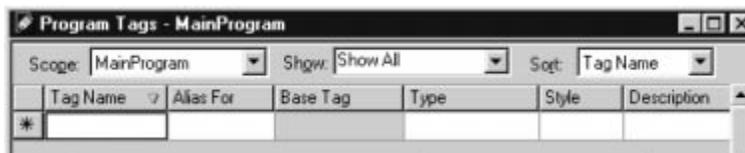

图 1.104 编辑标记
② 填写一个数据类型的 Name (名字)。
③ 填写一个 Description (描述) (可选)。
④ 填写第一个 Members (成员) 的名字。
⑤ 确定成员的数据类型。对于一个数组，使用如下的格式：`data_type[x]`，x 为这个数组中元素的个数。
⑥ 用不同形式 (基数) 显示成员的数值，选择 style (形式)。
⑦ 为成员输入描述 (可选)。
⑧ 单击 Apply (应用)。
(3) 创建标签，具体步骤如下。
① 从 Logic (逻辑) 菜单中选择 Edit Tags (编辑标记)，如图 1.104 所示。